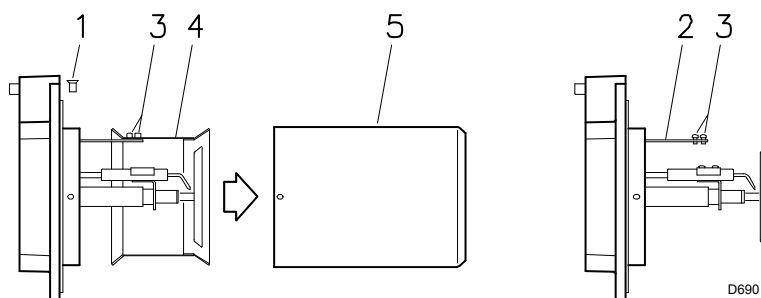

Рис. 8
5.5 Крепление горелки к котлу (Рис. 8)
- Отверните винты 1) (Рис. 8) и демонтируйте жаровую трубу 5)